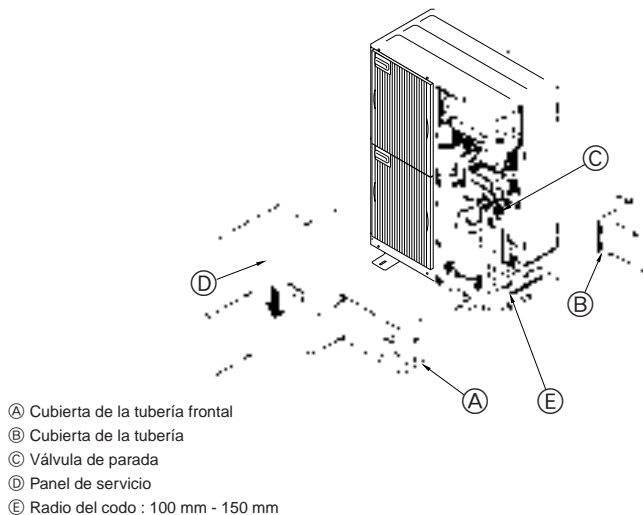

Fig. 4-4
4.3. Tubos de refrigerante (Fig. 4-4)